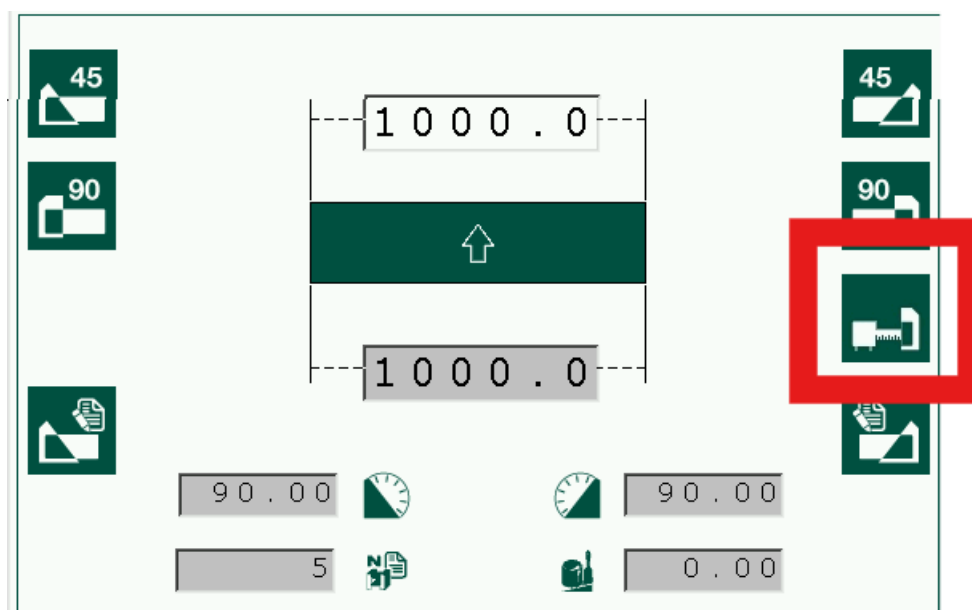

Fig. 08-06
1. Clicar no ícone de paragem manual no ecrã ilustrado na **Fig. 08-06**